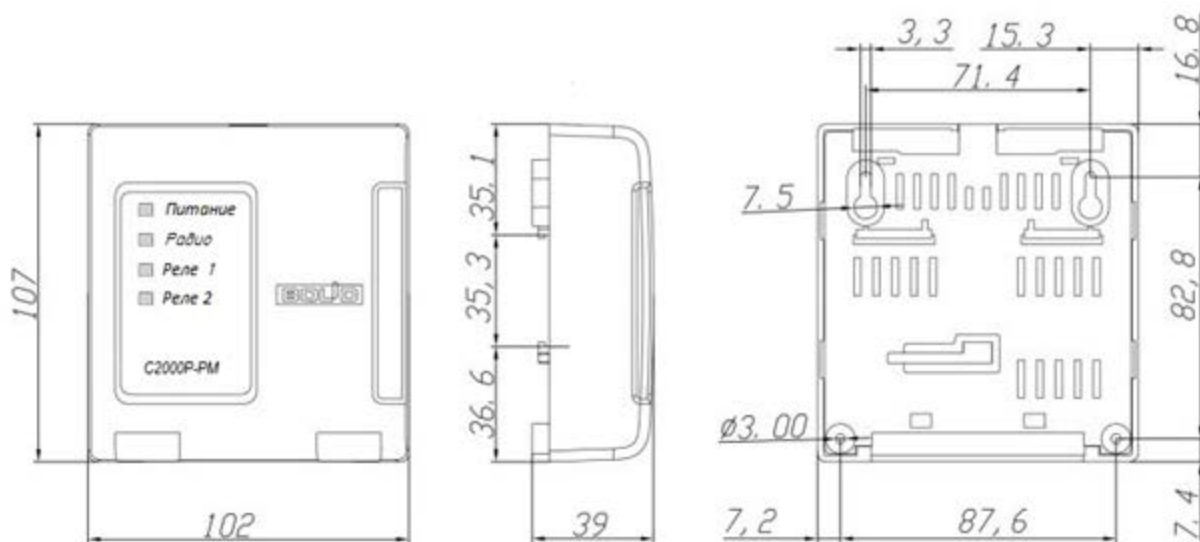

**Рисунок 2.2** Расположение элементов на плате
- Нажать кнопку «Прог.» на плате модуля (см. Рисунок 2.2) на время более 3 секунд.